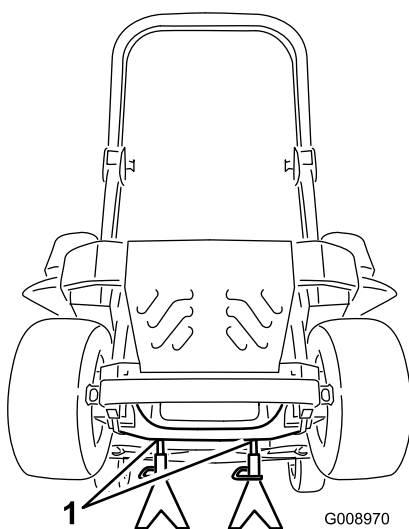

Figura 95
3. Sollevate la macchina e sostenetela su cavalletti (Figura 95).
9. Rimuovete i cavalletti metallici e abbassate la macchina (Figura 95).